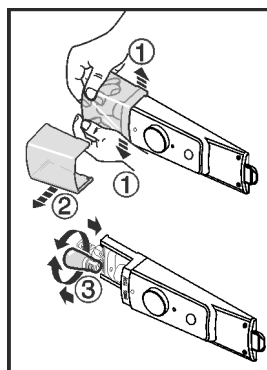

Fig. 3
- ▶ Разожмите крышку лампочки внутри в передней части в стороны, как показано на рисунке, Fig. 3 (1) и сдвиньте в сторону Fig. 3 (2).
- ▶ Замените лампу. Fig. 3 (3)